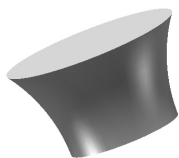
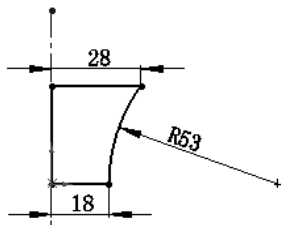

图 5.25.2 旋转 1
图 5.25.3 横断面草图
Step2. 创建如图 5.25.2 所示的零件基础特征——旋转 1。
(1) 选择命令。选择下拉菜单 **插入(I)** → **凸台/基体(B)** → **旋转(R)...** 命令(或单击“特征(F)”工具栏中的 按钮)。
(2) 定义特征的横断面草图。选取右视基准面作为草图基准面；在草图绘制环境中绘制如图 5.25.3 所示的横断面草图；选择下拉菜单 **插入(I)** → **退出草图** 命令，系统弹出“旋转”对话框。